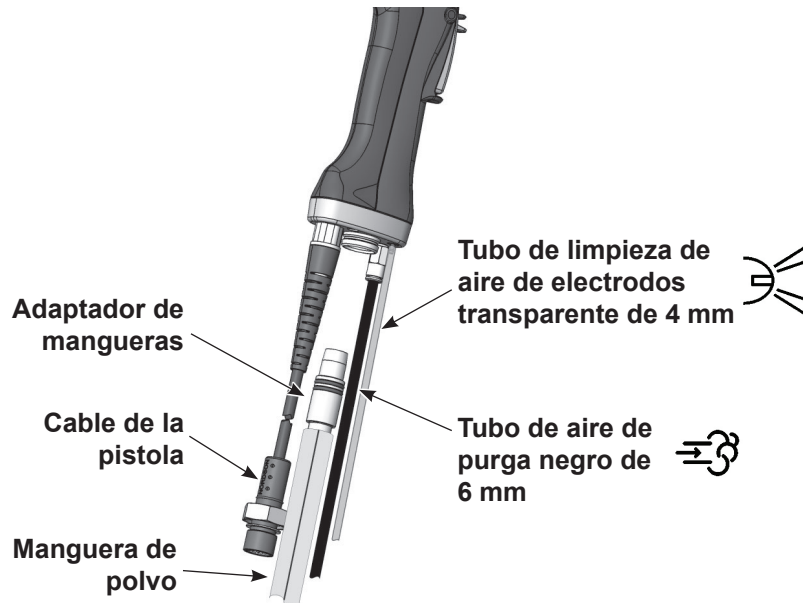

Figura 3-12 Conexiones de la pistola
1. Ver la Figura 3-12. Conectar el tubo de aire de aplicación azul de 6 mm al racor de desconexión rápida en la empuñadura de la pistola.